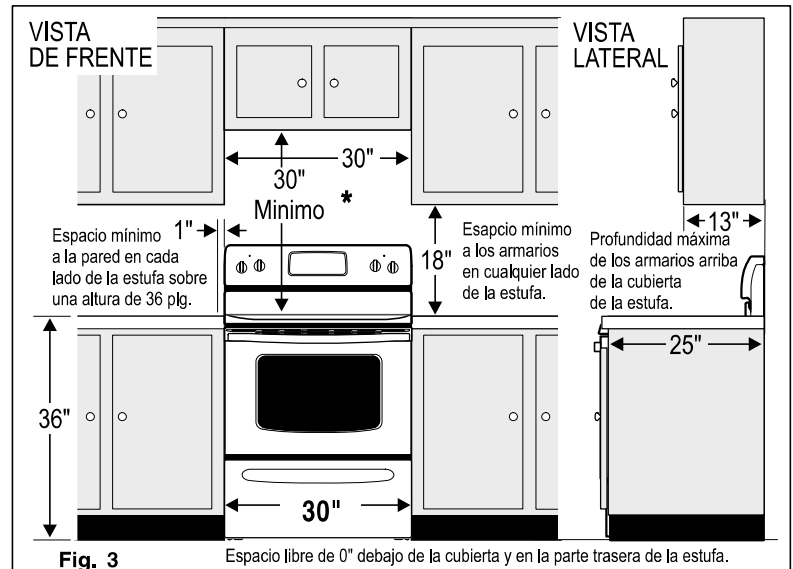
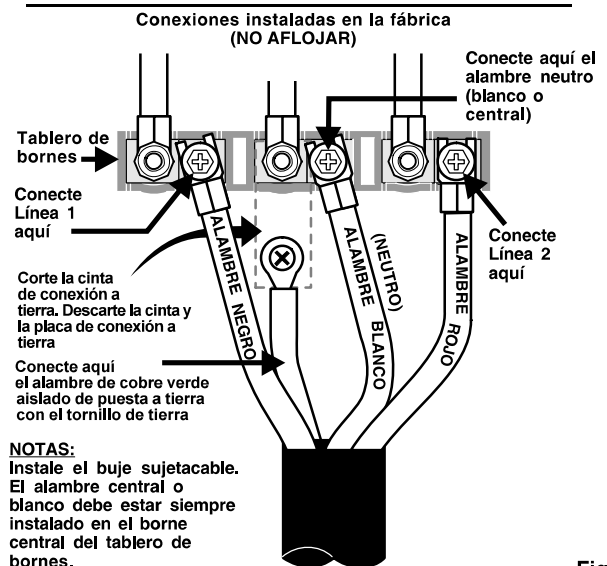

Fig. 3
Fig. 12
Before wiring the range review the suggested power source location drawing in Fig. 3. If connecting to a 4-Wire electrical system (new branch-circuit or mobile home requires 4-Wire connection):
Before wiring the range, review the suggested power source location drawings in Fig. 3. If connecting to a 4-Wire electrical system (new branch-circuit or mobile home requires 4-Wire connection):
(Instrucciones para Conexión Tetrafilar - Consulte la Fig.12) Antes del cableado de la estufa, revise los dibujos de las ubicaciones sugeridas para la fuente de alimentación en la Fig. 3. Si se va a conectar a un sistema eléctrico tetrafilar (los circuitos de derivación nuevos o las casas rodantes requieren conexión tetrafilar):
4. Conecte el alambre de puesta a tierra (Verde) con el ojal en el marco del electrodoméstico con el tornillo de tierra usando el mismo agujero del marco donde estaba originalmente instalado el tornillo de tierra (Ver Fig. 12).